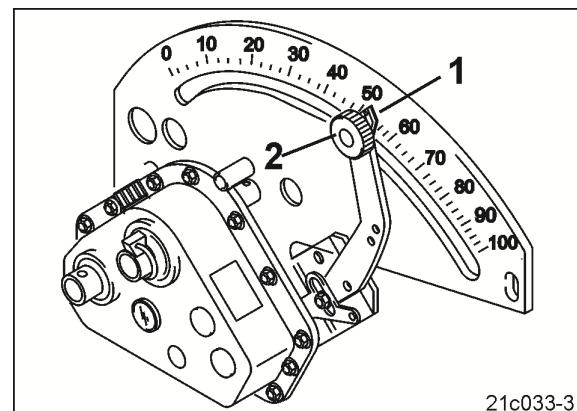

Рис. 29
Проба нормы внесения для сеялок с кулачковыми дисками (например, D9) и пневматических сеялок (например, AD-P) с бесступенчатым редуктором без изменения нормы высеива (Рис. 29).
11. Установите регулировочный рычаг редуктора (Рис. 29/1) на значение на шкале и зафиксируйте его при помощи винта с накатанной головкой (Рис. 29/2).
19. Установите регулировочный рычаг редуктора (Рис. 29/1) на значение на шкале и зафиксируйте его при помощи винта с накатанной головкой (Рис. 29/2).